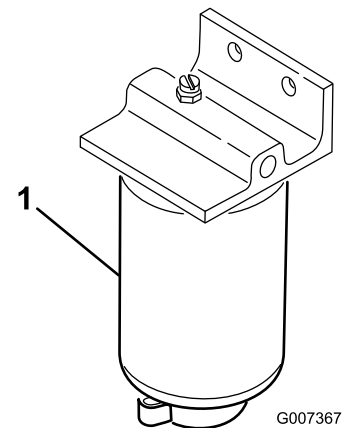

図 27
2. 燃料フィルタの下に燃料を受ける容器をおく (図 27)。
3. 燃料フィルタについているドレンプラグを開き、内部にたまっている異物を流し出す (図 27)。終了したらプラグを締める。